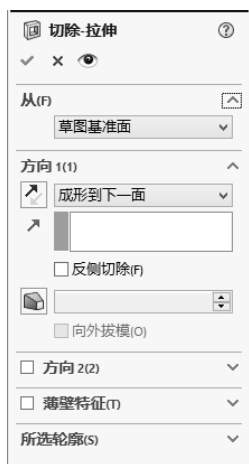
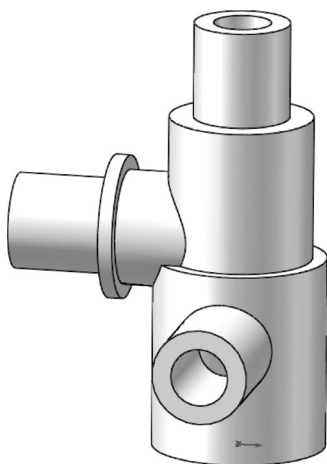

图 13-80 “切除-拉伸”属性管理器
图 13-81 拉伸切除实体
**05** 拉伸切除实体。选择菜单栏中的“插入”→“切除”→“拉伸”命令，或者单击“特征”控制面板中的“拉伸切除”按钮，此时系统弹出图 13-80 所示的“切除-拉伸”属性管理器。设置终止条件为“成形到下一面”，然后单击属性管理器中的“确定”按钮。结果如图 13-81 所示。